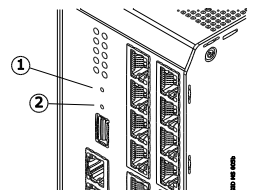

Abb. 9
Durch kurzes Auslösen der Reset-Taste (s. Abb. 9, ①) werden Speicher und MAC-Tabelle gelöscht und alle Verbindungen neu initialisiert. Die laufende Konfiguration (Switch und Management) bleibt dabei erhalten.
Durch Drücken der Taste 'Factory' (s. Abb. 9, ②) starten Sie nach dem Loslassen folgende Aktionen: